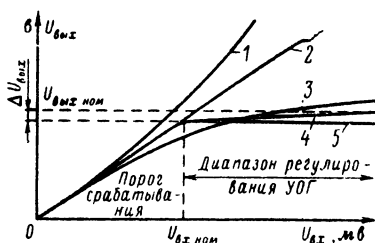

Рис. 29. Характеристики регулирования усилителей.
**Характеристика регулирования.** Характеристикой регулирования называется зависимость выходного напряжения  $U_{\text{вых}}$  от входного  $U_{\text{вх}}$ . Для обычного усилителя характеристика регулирования совпадает с его амплитудной характеристикой. Такая характеристика представляет собой прямую наклонную линию 2, проходящую через начало координат (рис. 29). Если усилитель превратить в регулируемый путем подачи выпрямленного выходного напряжения с отрицательной полярностью на управляющие сетки ламп усилителя, то по мере повышения выходного напряжения усиление будет падать и характеристика регулирования примет вид кривой 3. Такой усилитель, сжимающий динамический диапазон, называют компрессором. Если изменить полярность управляющего напряжения на положительную, то при повышении уровня сигнала усиление будет возрастать и характеристика будет отклоняться вверх (кривая 1); такой усилитель, расширяющий динамический диапазон, называют экспандером.
характеристик 4 и 5 (рис. 29) усилителей-ограничителей состоит в том, что при прямом или смешанном способе регулирования можно получить характеристику без какого-либо подъема ее правой части (5), а при обратном — характеристика должна иметь небольшой подъем  $\Delta U_{\text{вых}}$  (4), так как иначе схема не будет работать.
Так как в описываемом магнитофоне применена система обратной подачи управляющего напряжения с выхода усилителя записи на его же вход, то характеристика регулирования имеет вид кривой 4, показанной на рис. 29. При десятикратном увеличении уровня входного напряжения (20 дБ) ток записи в головке ГУ увеличивается лишь на 1,5 дБ.